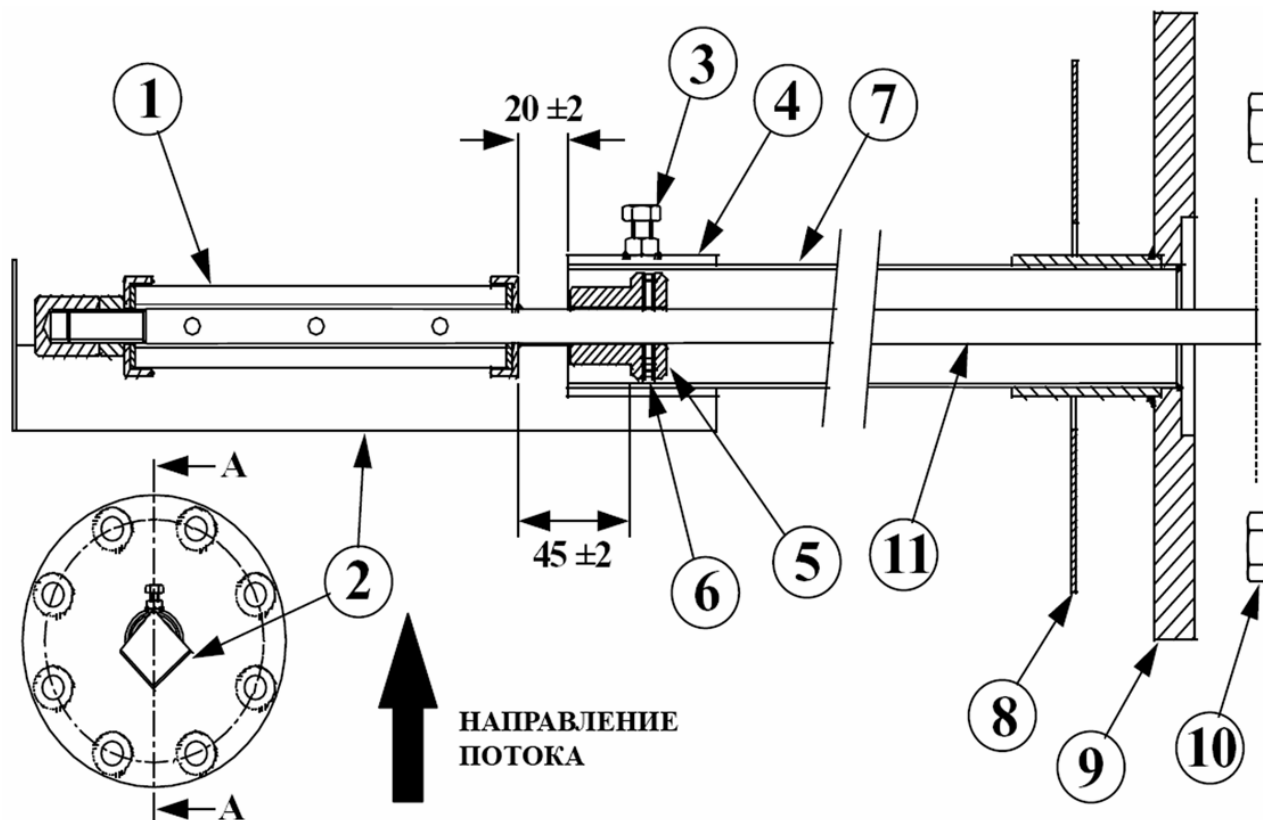

Рис. 9. Зонд с фильтром и с опорной трубой.
Внешний вид зонда с опорной трубой показан на рис. 9. Цифрами на рисунке обозначены:
Установите экран (2) на торец опорной трубы (7). Обратите внимание на ориентацию экрана относительно потока (см. рис. 9). Край хомута экрана должен быть вровень со срезом